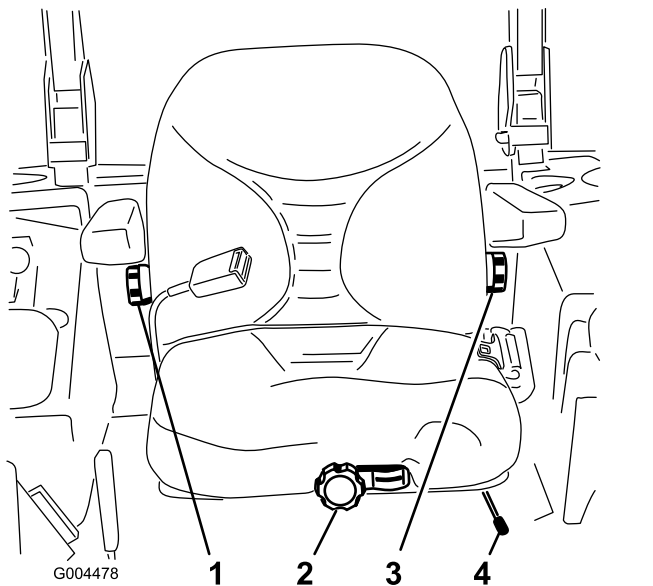

Figura 13
1. Il sedile si regola spostando da un lato la leva per sbloccarlo (Figura 13).
A sedile vuoto, girate la manopola anteriore nella direzione opportuna, fino ad ottenere il migliore comfort (Figura 13).
Per regolare lo schienale del sedile, girate nella direzione opportuna la manopola situata sotto il bracciolo destro, fino ad ottenere il migliore comfort (Figura 13).
Per regolare lo schienale del sedile, girate nella direzione opportuna la manopola sotto il bracciolo sinistro, fino ad ottenere il migliore comfort (Figura 13).